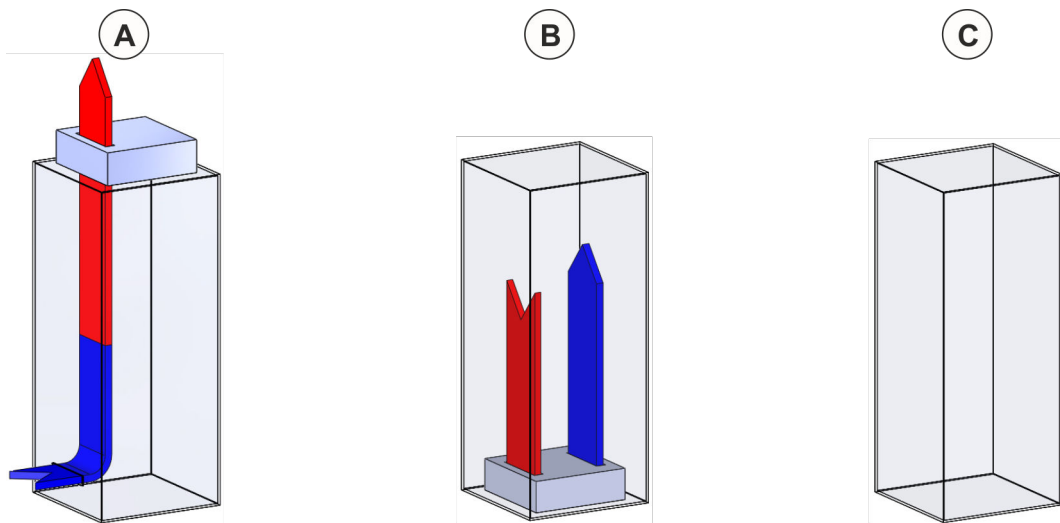

Abb. 17: Kühlkreislauf Schalterschrank
- Einsatz nur in geschlossenen Schränken. Wenn Kühlgeräte eingebaut sind, sicherstellen, dass kein Luftaustausch mit der Umgebungsluft stattfindet (Abb. 17).